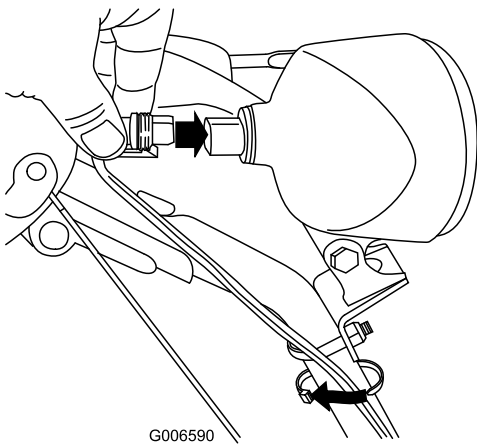

Рисунок 59
6. Вставьте соединитель в тыльную часть фары и надежно закрепите его (Рисунок 59).